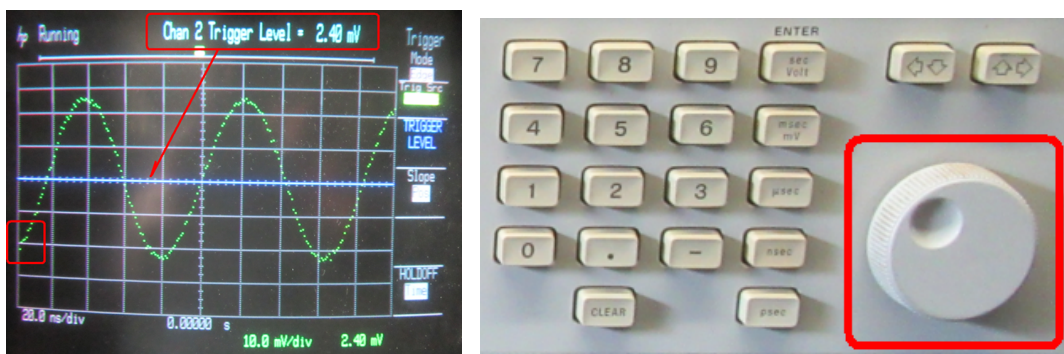

图 19. 调节水平扫描的触发电平
- 2) Chan 2 Trigger Level = xx 显示在屏幕的上方.(图 19)
- 3) 仔细看图 19, 可以发现水平方向中间有一条蓝线. 这条蓝线表示了现在的触发电平. 转动图 19 右边那个圆的旋钮就可以调节蓝线的高低, 也就是调节水平扫描的触发电平. 调节水平扫描的触发电平可以稳定显示的波形也可以控制波形的初始显示点(图 19 左下).